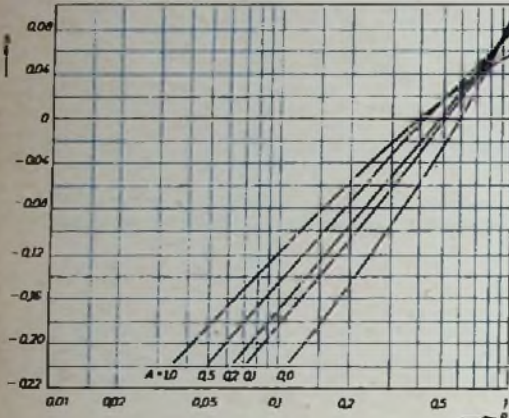

Bild 8. Lösbarkeitsbereiche bei verschiedenen Werten von A
Die Neigung der Tangenten von $m_1(y; A)$ und ihr Schnitt mit der Abszissenachse ergeben für jeden Wert von A einen funktionalen Zusammenhang zwischen q und s , der als Kurve aufgetragen werden kann und für das gegebene A die s - $\log q$ -Ebene in zwei Bereiche teilt (Bild 8). Die in dem einen Bereich liegenden Punkte s, q ergeben Lösungen, die im anderen sind die Fälle der Unlösbarkeit bei dem gegebenen Wert von A . Die einzelnen Werte zur Konstruktion der Kurven im
Bild 8 wurden für größere Werte von q grafisch ermittelt, für kleine Werte von q lassen sich auf Grund der Näherungsformel Gl. (79) die Grenzkurven berechnen. Für den Grenzfall der Berührung gilt
Die Einhüllende der Grenzkurven im Bild 8 ist im Bild 7 als Kurve d aufgetragen. Sie trennt den Bereich VI von den